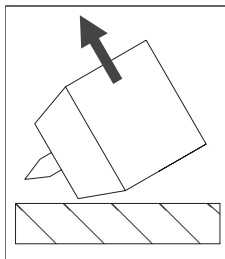

Рис. 5/3: Высокочастотное зажигание (HF)
- Установить горелку наискось на край газового сопла и, выровняв горелку, приближать конец электрода, пока не загорится дуга. (см. рис. 5/3).